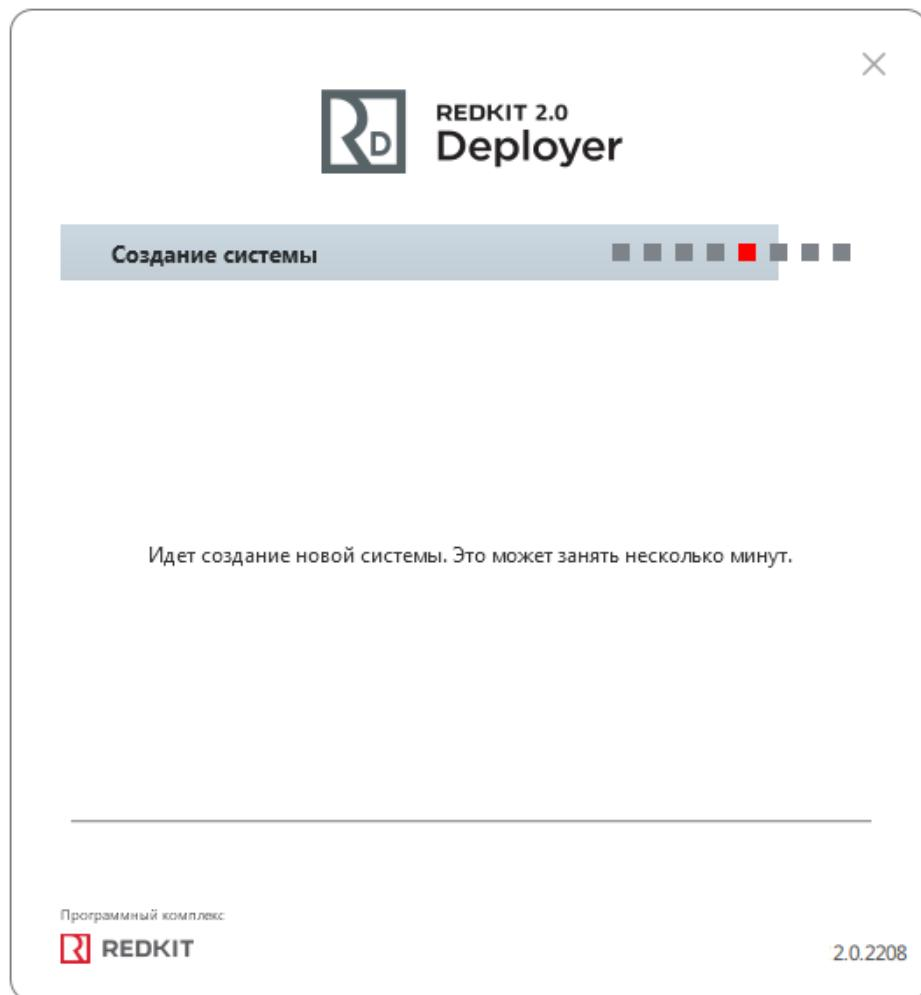

Рисунок 22 - Создание системы
13. Начнется процесс создания системы Redkit (Рисунок 22).